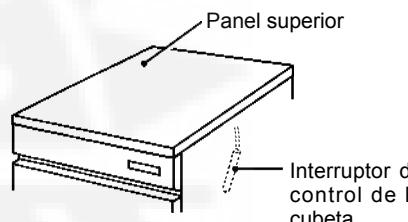

Fig. 2
- Retirar la cinta de embalaje que sujetla el interruptor de control de la cubeta, para ello se deberá abrir la puerta de la cubeta (véase fig. 2).